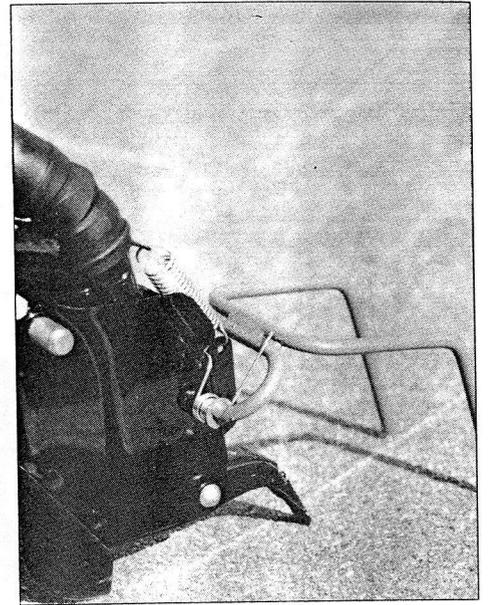

Fig. 45
**Scharstriegel** (Fig 45): nur für Schleppschare. An den Scharen der hinteren Reihe abgefedert anbringbar. Für leichte bis mittlere Böden - ohne Ernterückstände - geeignet.